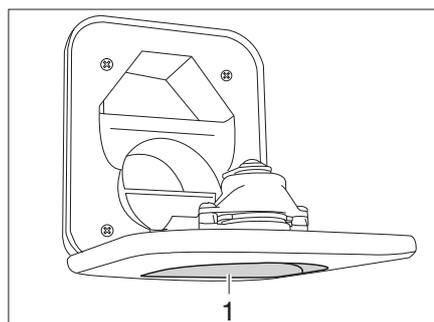

Bild 258 Frischwasser-Einfüllstutzen für Toilette
- Frischwasser-Einflussstutzen für Toilette (Bild 258,1) oberhalb der Klappe für den Fäkalientank öffnen und nach unten schwenken.